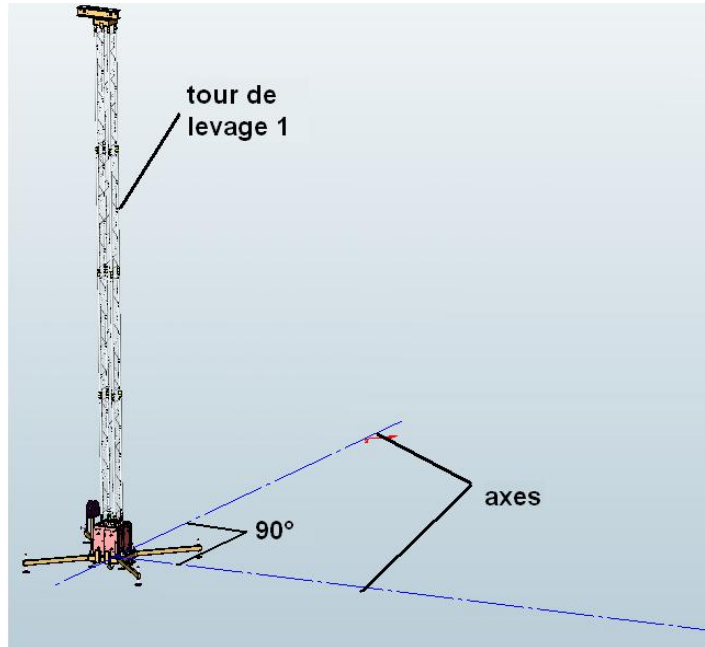

fig.1
- a) Positionner une première tour, puis tracer au sol deux axes perpendiculaires passant par l'axe de la tour 1 (fig.1)